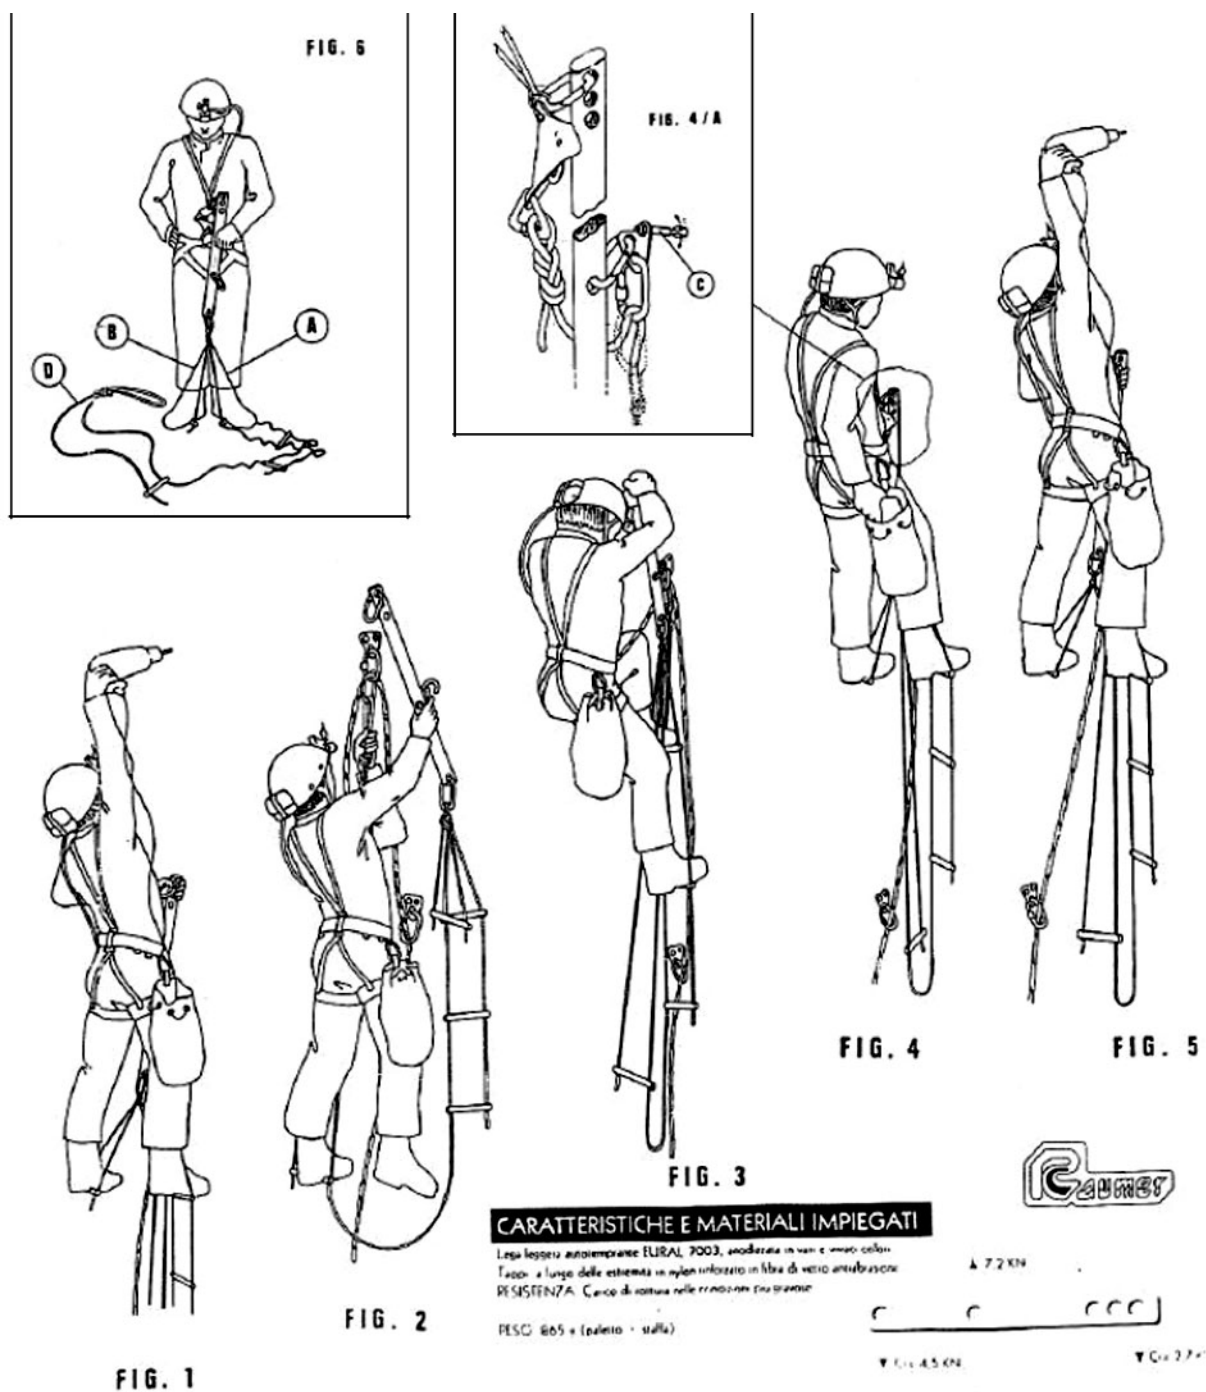

Рис.73 Работа с "Раумер Стик-ап" (Raumer Stick-up)
Это простейшее устройство заслуживает того, чтобы знать, как с ним работать на стене (см. **Рис.37** и **38**). В связи с тем, что оно производится итальянской фирмой "Raumer", есть возможность сослаться на инструкцию с иллюстрациями. Фазы работы с мини-шестом изображены на **Рис.73**. Страховочная веревка проходит через карабины в нижних отверстиях ушек крючьев и привязана к беседочному МР восходителя.
1) Опробовать (проверить) скалу молотком, затем пробить отверстие на подходящей высоте, позволяющей установить шлямбурный крюк, стоя на лесенках, как показано на **Рис.73-fig.1**.
3) Установить страховочный карабин в нижнее отверстие ушка нового крюка и встегнуть к нему страховочную веревку от страхующего (крупно показана на **Рис.73-fig.4/A**, прим. мое, КВС).
6) Подняться по 3-ступенчатой лесенке, встать одной ногой на ее последнюю ступеньку, а второй - на короткое стремя (Рис.73-fig.3 и 4) и закрепить грудной обвязкой к верхнему карабину мини-шесть, вставленному в верхнее из трех его отверстий (Рис.73-fig.4 и 4/А).
7) С этого момента процесс повторяется с начала (Рис.73- fig.5).
Страховочная веревка должна быть привязана к беседочному МР при помощи узла "восьмерка" (**Рис.73-fig.4/A**). После того как закончатся ушки, следует закрепить основную (статическую) веревку на последней точке и спускаться на спусковом устройстве, не отстегивая страховочную веревку. По пути спуска следует снимать ненужные ушки, позаботившись оставить на месте два верхних (для максимальной безопасности!!!). В момент перестегивания на статическую веревку, следует быть уверенным в надежности страховки со стороны страхующего.